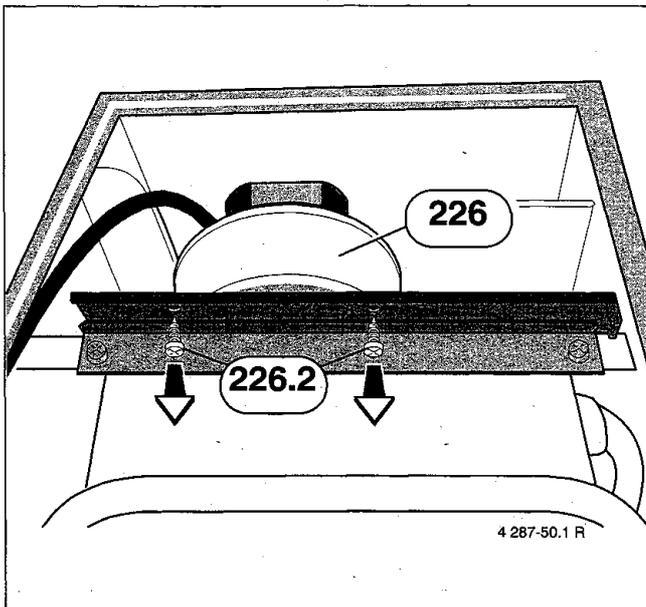

Bild 65
- Schrauben (226.2) des Abgasventilators (226) entfernen und Abgasventilator (226) nach vorne herausziehen (Bild 65).